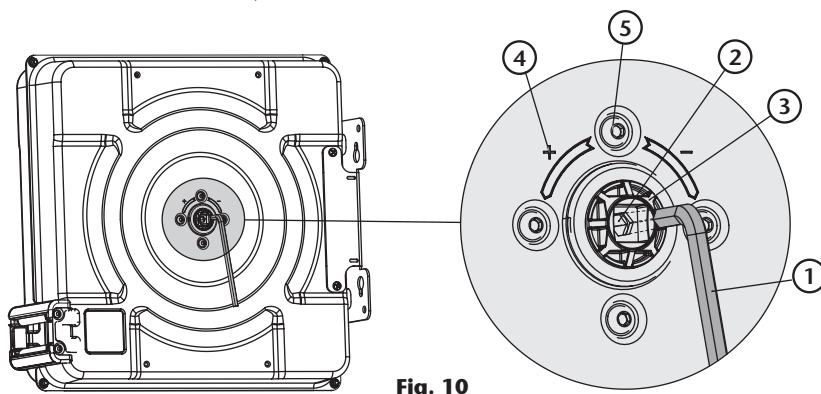

Fig. 10
bloquear el tambor utilizando una llave Allen de 7 mm entre caras (1) (fig. 10) introduciéndola en el hexágono de latón (2) (fig. 10), a través de la pieza pretensora (3) (fig. 10).
- Primero es necesario eliminar la tensión del resorte. Para ello, con toda la manguera enrollada y el tope de manguera en contacto con los rodillos, introduzca una llave cuadrada (1) (fig. 9) en la fijación resorte (2) (fig. 9), y desenrosque los tornillos (3) (fig. 9). No intentar girar la llave (1) (fig. 9) hasta que todos los tornillos hayan sido retirados, pues el esfuerzo podría dañar la pieza pretensora (3) (fig. 10).
- Finalmente, y sin dejar de sujetar firmemente la llave, introduzca de nuevo los tornillos (3) (fig. 9). Recuerde no intentar girar la llave cuando los tornillos ya están colocados, pues el esfuerzo podría dañar la pieza pretensora (3) (fig. 10). Cuando todos los tornillos estén apretados, retire la llave. Compruebe que el enrollador recoge la manguera adecuadamente, extrayéndola y recogiendo varias veces. Si fuese necesario, repita la operación.